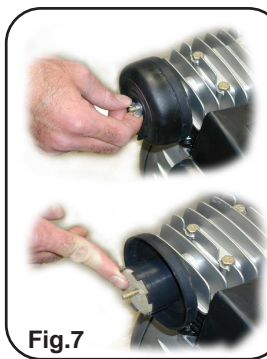

Fig.7
- ➔ Nettoyage ou changement du filtre à air: Pour garantir le débit du compresseur.( Fig. 7)